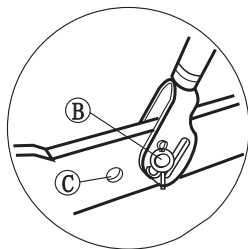

图 4-26
下拉杆与提升杆有两个连接孔连接：前孔 ⑧ 及后孔 ⑨。一般作业时(如犁耕等)通常连接前孔 ⑧，而对于动力输出轴驱动的机具及大型复式作业机具(如旋耕机等)通常连接后孔 ⑨(见图4-26)
液压管路是用来连接齿轮油泵、多路阀、油缸(图4-26)，采用钢管和软管将液压系统连成一个循环回路。